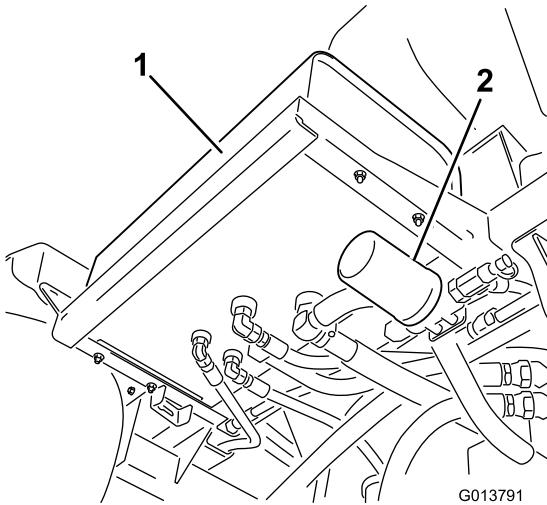
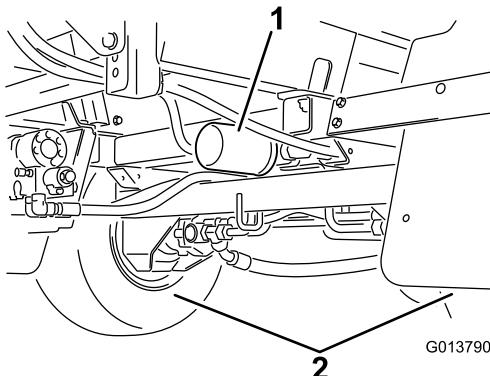

图 109
图 110
2. 找到机器上的两个液压油过滤器图 109 和 图 110。